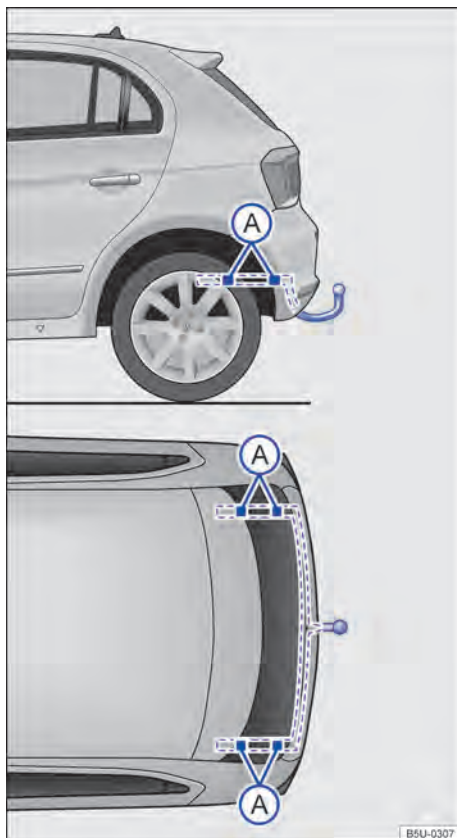

Fig. 168 Pontos de fixação para instalar um dispositivo de reboque posteriormente.
A figura → Fig. 168 ilustra, como exemplo, o ponto de fixação para instalar um dispositivo de reboque do modelo Gol.
A montagem posterior de um dispositivo de reboque deverá ser efetuada de acordo com as instruções do respectivo fabricante do engate, sempre respeitando os pontos de fixação indicados na → Fig. 168 (A).